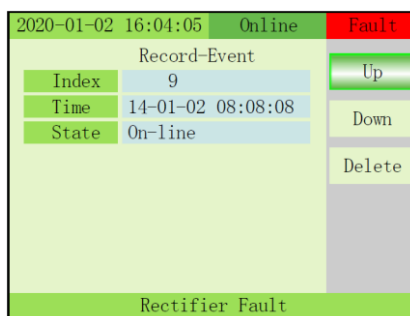

Fig. 3-22 Menú Record - Events
16) RECORD-EVENT: Pulse ↻ para seleccionar arriba o abajo. Pulse OFF para confirmar (Fig. 3-22).